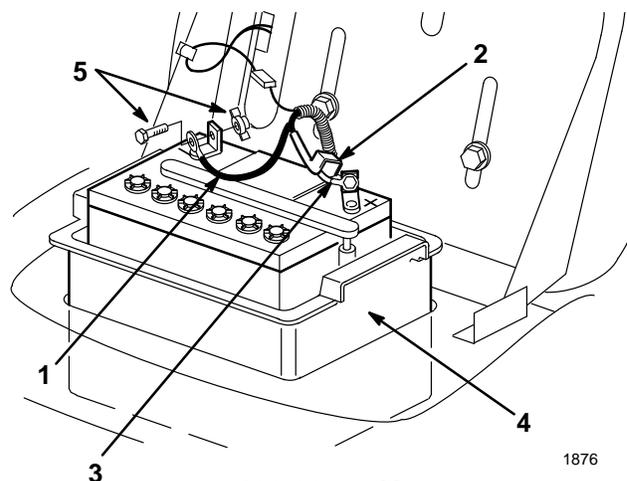

Abbildung 19
- Das negative (schwarze) Massekabel von der Batterieklemme lösen (Abb. 19).
- Die Gummiabdeckung am positiven (roten) Kabel nach oben schieben. Das positive (rote) Kabel von der Batterieklemme lösen (Abb. 19).
3. Das positive (rote) Kabel mit Schraube und Flügelmutter an der positiven (+) Batterieklemme anschließen (Abb. 19). Die Gummiabdeckung über die Batterieklemme schieben.
4. Das negative (schwarze) Kabel mit Schraube und Flügelmutter an der negativen (-) Batterieklemme anschließen (Abb. 19).